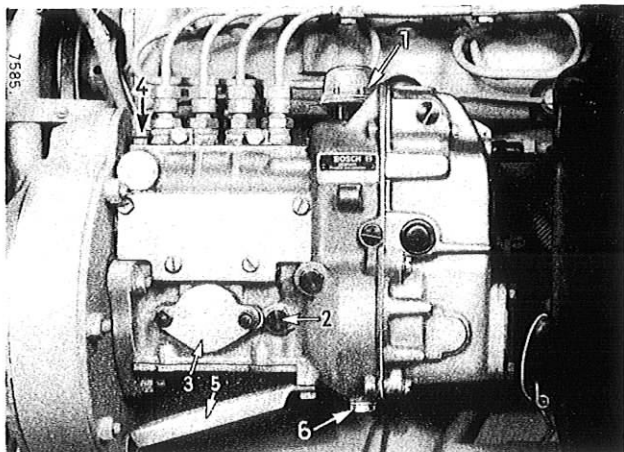

Bild 6
Einspritzpumpe und Regler werden durch ein gemeinsames Ölbad geschmiert. Der untere Teil des Einspritzpumpen- und Reglergehäuses muß bis zur Ölstandschrabe (2), Bild 6, mit Motoröl gefüllt sein.
Ölstandschrabe (2), Bild 6, herausschrauben. Überflüssiges Öl-Kraftstoffgemisch ablaufen lassen. Tritt kein Ölgemisch aus, das Belüftungsfiter (1) von Hand herausschrauben. Durch die Öffnung frisches Motoröl einfüllen, bis es bei (2) auszufließen beginnt. Ölstandschrabe (2) wieder fest einschrauben. Belüftungsfiter (1) von Hand einschrauben, kein Werkzeug benutzen.